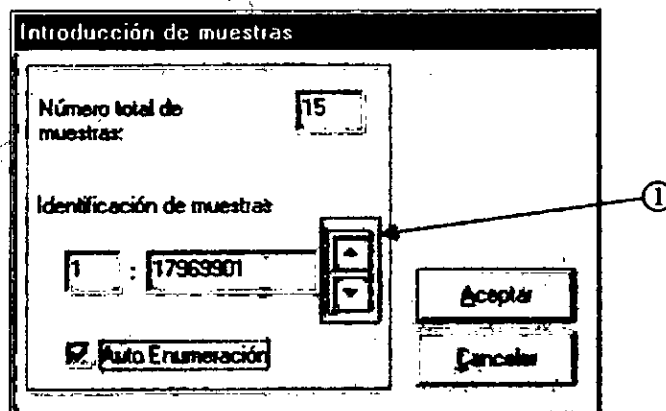

Figura 19: Introducción de muestras
Aparecerá un cuadro de diálogo con las siguientes opciones (Figura 19):
- Seleccionar las muestras siguientes o anteriores a la visualizada pulsando **Enter** o mediante las flechas de desplazamiento (Ref. 1, Figura 19).